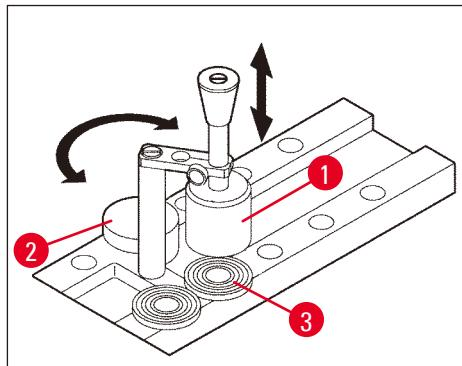

図 14
- 試料をのせた試料チャックを急速凍結ステーションの 10 個の穴の 1 つに取り付け (→「図 14」)、凍結します。